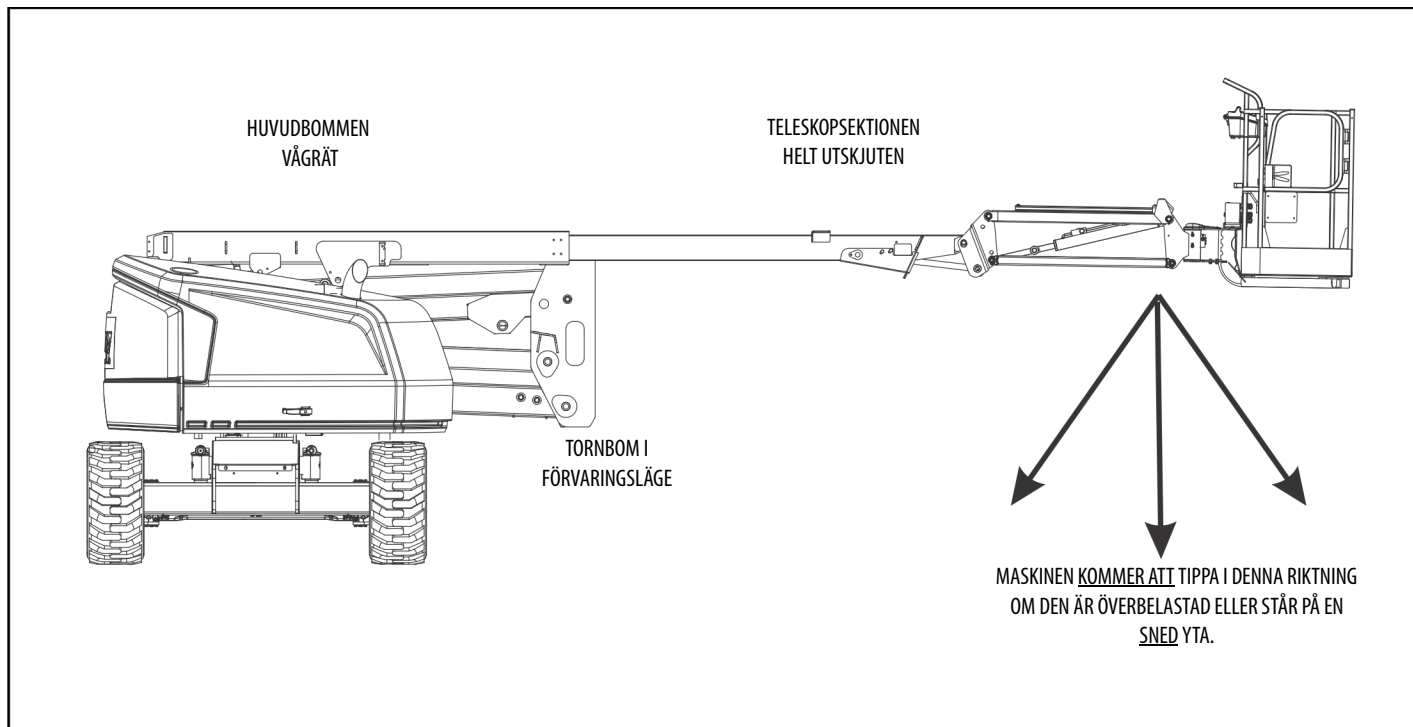
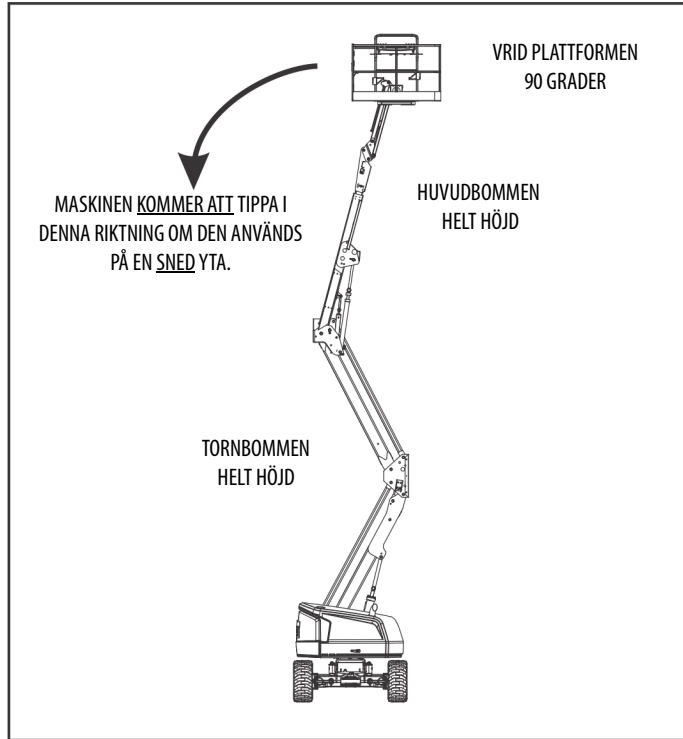

Fig. 4-1. Minsta stabilitet framåt
Fig. 4-2. Minsta stabilitet bakåt
Maskinens stabilitet baseras på två (2) villkor som kallas stabilitet FRAMÅT och BAKÅT. En maskin med minst stabilitet FRAMÅT visas i Fig. 4-1. och en maskin med minst stabilitet BAKÅT visas i Fig. 4-2.